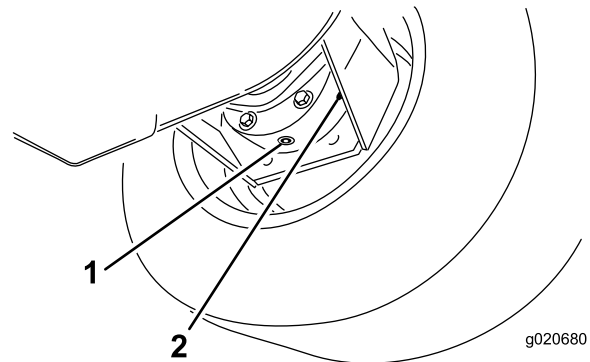

Bild 71
3. Stellen Sie eine Auffangwanne unter das Bremsgehäuse, entfernen Sie die Ablassschraube und lassen das Öl ablaufen (Bild 71).